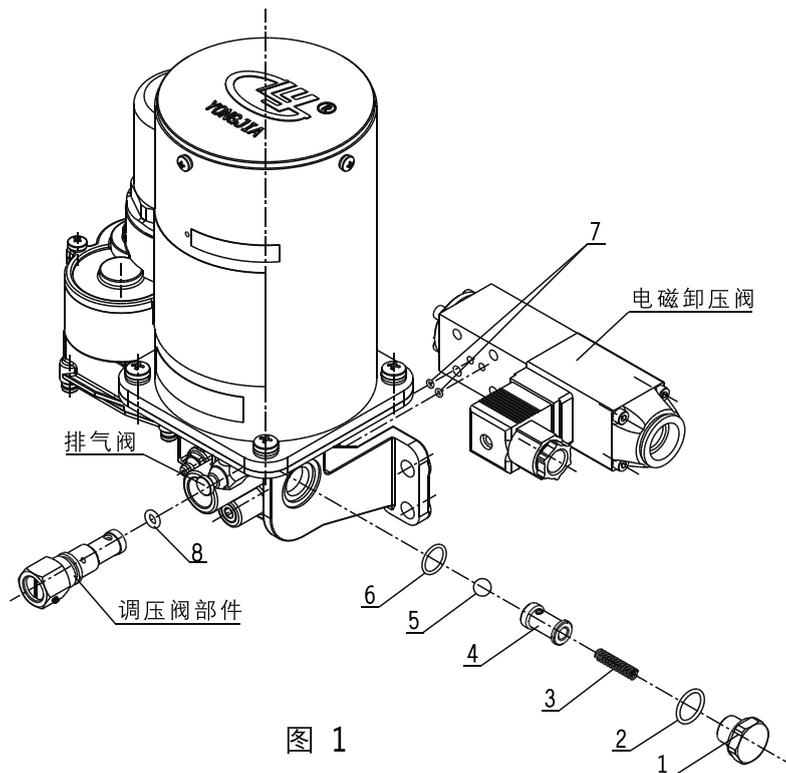
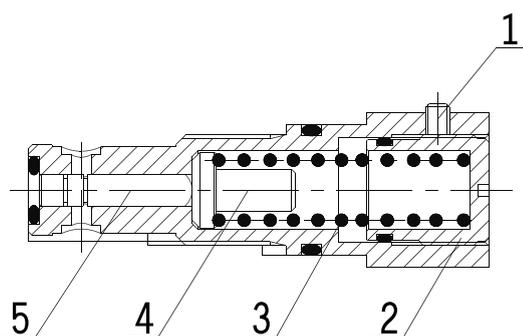

图 1
图 2 (调压阀)
1.1 单向阀清洗(图1): 拧下1,按顺序取出2、3、4、5、6各零部件及泵体内孔用煤油清洗干净,再按原装配装好。
1.2.1 调压阀清洗方法：按图1拧出调压阀部件，取出O型圈8，按图2依次松开紧固螺钉1，拧出调节螺套2，依次取出弹簧3，弹簧座4，滑阀5，将各零部件分别清洗干净，清洗后依次按原装配装好。
1.2.2 调压阀压力调整方法：用螺塞堵塞出油口，按图2松开紧固螺钉1，启动润滑泵运作供油，调节调压螺套2，顺时针调节压力上升，反之压力下降，观察压力表，压力调至额定压力约8MPa，反复启动、停止2次，待压力稳定后，紧固紧固螺钉1即可。
注意：拆卸电磁阀部件时，注意图1所示的O型圈7勿丢失。